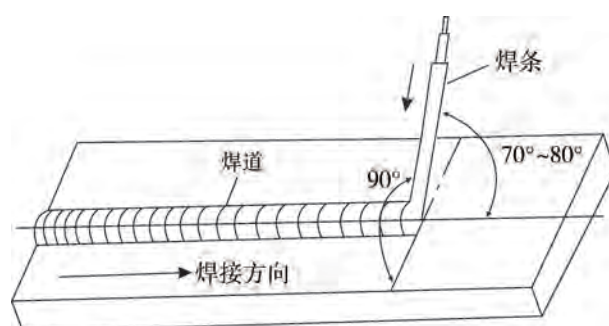
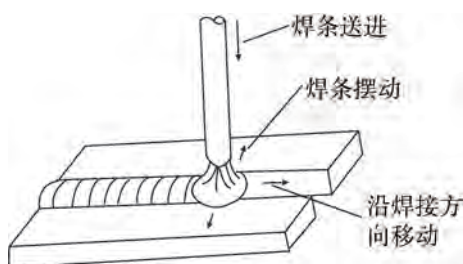
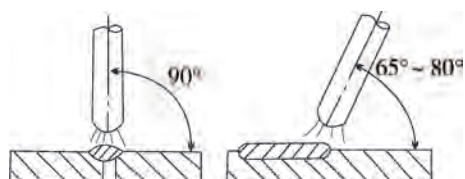

图2.16 平敷焊操作图
图2.17 运条的三个基本运动
图2.18 对接平焊操作图
(4) 运条。采用直线形运条或直线往复运条,如图2.16、图2.17所示。为了获得较大的熔深和宽度,运条速度可以慢一些或者焊条做微微的搅动。焊条角度如图2.18所示。运条过程中如果发现熔渣与熔化金属混合不清时,可把电弧拉长,同时将焊条向前倾斜,利用电弧的吹力吹动熔渣,并做向熔池后面推送熔渣的动作。动作要快捷(掌握技巧需要多加练习),以避免熔渣超前产生夹渣等。